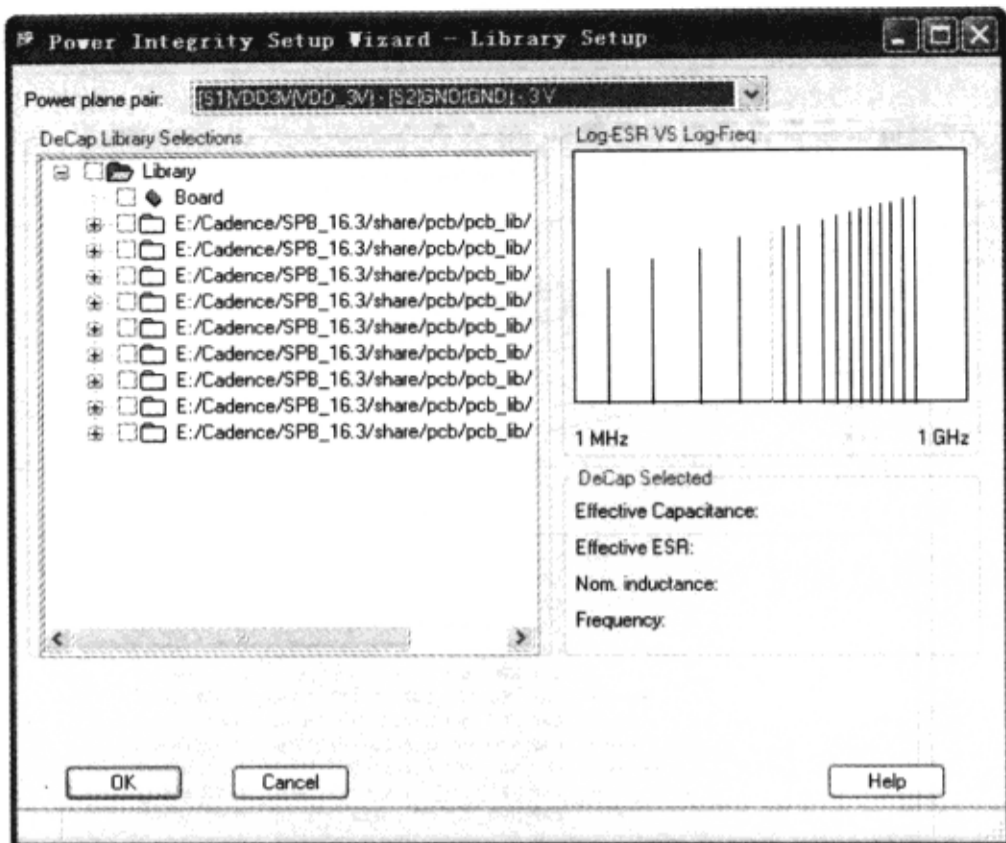

图 8-8-70 “Power Integrity Setup Wizard-Library Setup” 对话框
(1) 在“Power Integrity Design & Analysis”对话框中选择“Cap Libraries”，弹出“Power Integrity Setup Wizard-Library Setup”对话框，如图 8-8-70 所示。